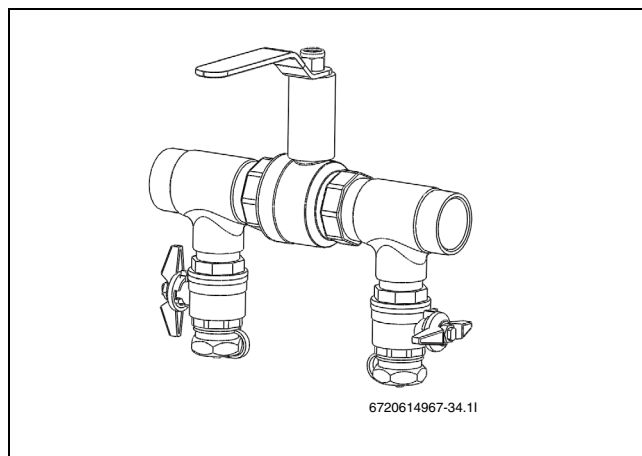

Bild 26 Påfyllnadssats i tryckhöjningsläge
- ▶ När urluftningen är klar ska kretsen trycksättas. Vrid ventilerna på påfyllnadssatsen till tryckhöjningsläge och trycksätt kretsen till 2,5 - 3 bar (→ Bild 26).